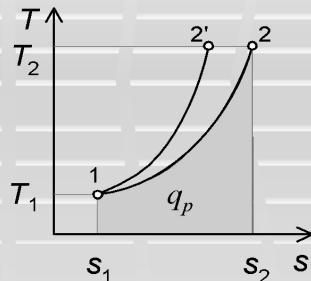

Рис. 4.5.
- Следовательно, в изобарном процессе теплота, подведенная к рабочему телу, идет на увеличение энталпии. Количество теплоты, подведенное к рабочему телу в изобарном процессе, измеряется площадью под кривой процесса (рис. 4.5).
- Из сопоставления рис. (4.3) и (4.6) следует, что изобара 1–2 (рис. 4.5) при одинаковых температурах T_1 и T_2 , более пологая кривая, чем изохора 1 – 2'.
- Изотермическим называется процесс, протекающий при постоянной температуре. Кривая процесса называется изотермой (рис. 4.5, 4.6).